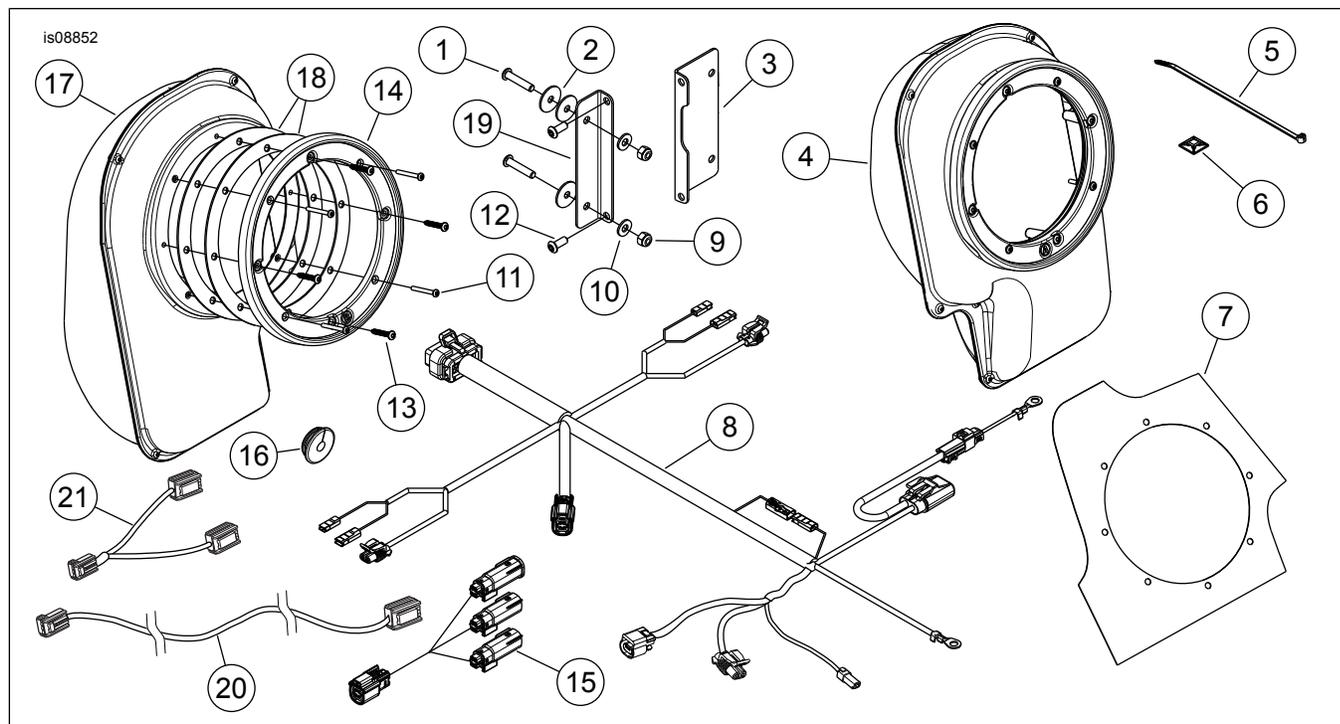

Figura 9. Piezas de servicio, kit de instalación de la adición de altavoces
- a. **Configuración de 6 altavoces Stage I:** instale el arnés [296] directamente en el arnés de 16 vías (previamente instalado a través del kit de amplificador del fuselaje), ubicado detrás del asiento del pasajero. **Configuración de 6 altavoces Stage II:** instale el arnés de interconexión de 3 vías (artículo 15, Figura 9) en el arnés de 16 vías (previamente instalado a través del kit de amplificador del fuselaje), ubicado detrás del asiento del pasajero. Instale el arnés [296] en el interconector de 3 vías.